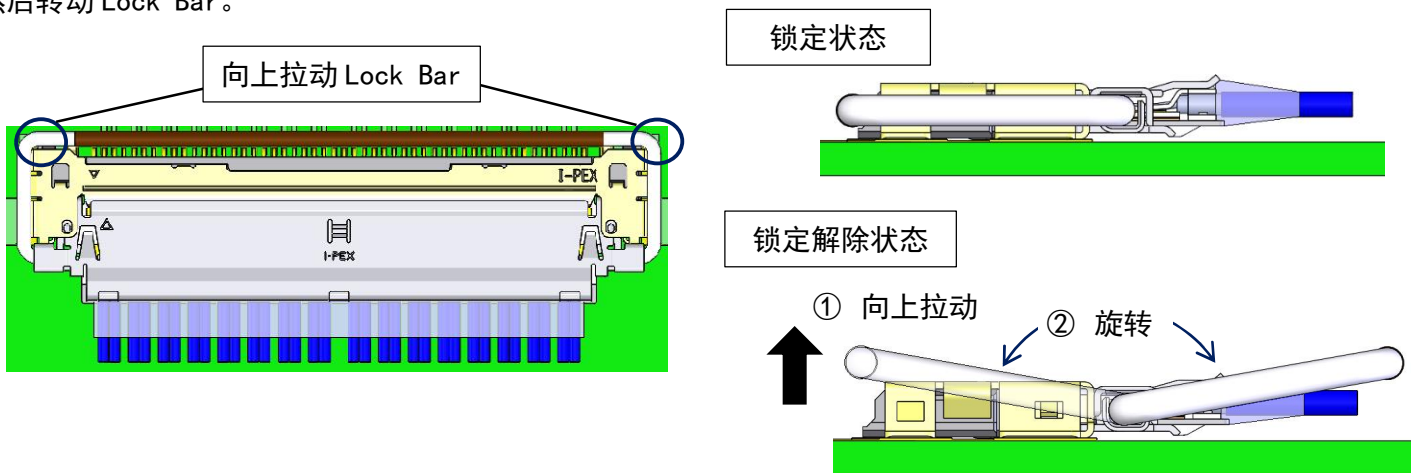

图 10
1. 向上拉动图 10 的任一黑色圆圈部分的 Lock Bar，解除与 Receptacle Connector 的锁定。然后转动 Lock Bar。
请向上拉动图 10 的任一黑色圆圈部分的 Lock Bar，解除锁定。